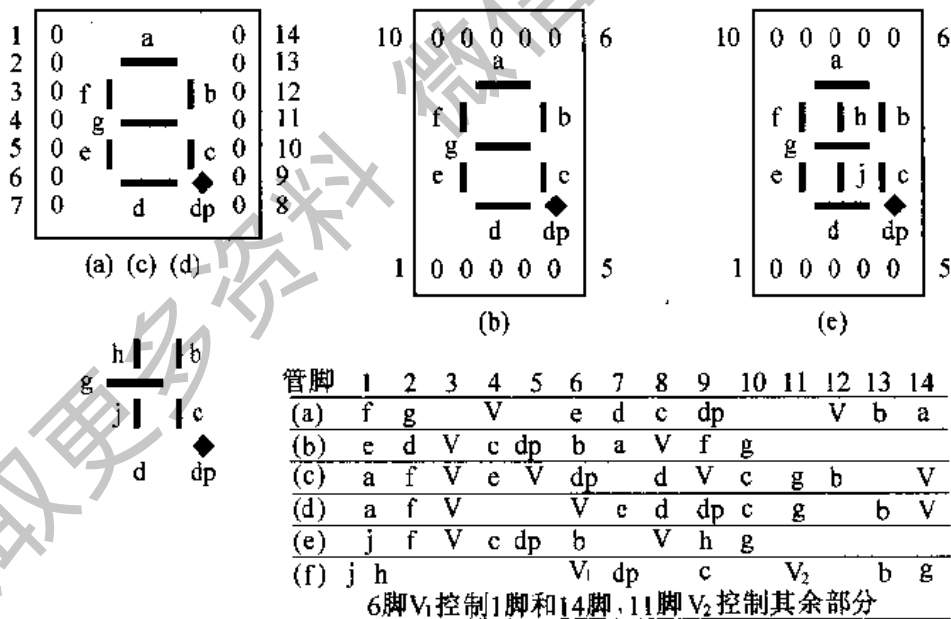

图 3.8 LED 数码管和符号管的引线排列
①发光二极管符号管和数码管的颜色与发光二极管相同,主要有黄、橙、绿、红四种。
②发光二极管符号管和数码管也分共阴极和共阳极两种。对于共阴极结构,笔划段电极加高电平点亮;对于共阳极结构,笔划段电极加低电平点亮。如果不清楚一种发光二极管符号管和数码管的结构和引出电极,可以用万用表的 Ω 档测试,不过亮度低些;也可用5V直流电源和一只300 Ω 电阻器测试确定。
③发光二极管符号管和数码管的形状都是矩形,引出线的位置在上下两侧,或者在左右两侧。引出线在上下两侧的,公共电极,即共阳极和共阴极,用V表示图3.8中,一般都在上侧和下侧的中间。符号和数码的高度尺寸是7.6、12.7、16.0、25.4mm等,是按英寸划分的,1吋的是25.4mm,0.5吋的是12.7mm。管脚间距都是0.1英寸,即2.54mm,与双列直插集成电路的封装的管脚间距一样。发光二极管符号管和数码管的外形尺寸稍大于符号和数码字形的尺寸。
④佛山光电器件厂生产的数码管的型号为FR- $\times\times\times$,符号管为FR-F $\times\times\times$ 。